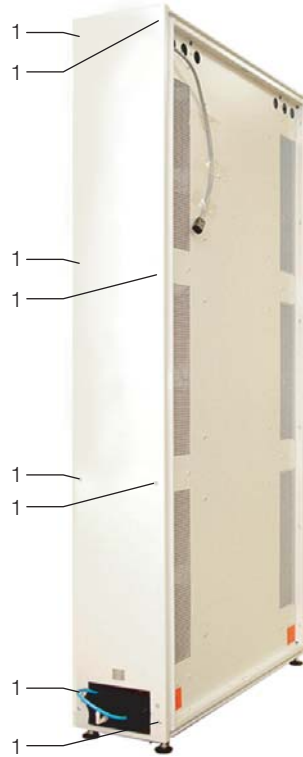

Abb. 27: Liquid Cooling Package (Rückseite)
- Lösen Sie die 8 Befestigungsschrauben (Abb. 27, Pos. 1) an der Rückwand des Liquid Cooling Package und nehmen Sie die Rückwand ab.